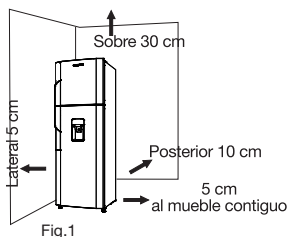

Fig.1
• El refrigerador debe instalarse sobre un piso firme, nivelado y con suficiente espacio alrededor. Ver Fig. 1
- Para un buen funcionamiento del aparato se debe dejar entre la pared y la parte posterior del refrigerador (Condensador) una separación mínima de 10 cm. Ver Fig. 1